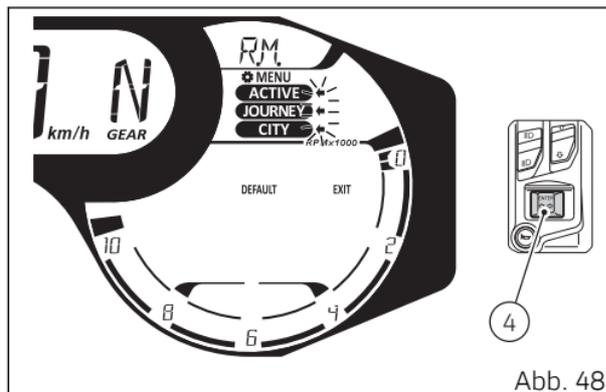

Abb. 48
Wird die Taste (4) gedrückt, stellt das Cockpit die Werte wieder her, die Ducati ursprünglich für alle Riding Modes eingegeben hat: das Cockpit zeigt 2 Sekunden lang permanent alle drei Riding Modes „ACTIVE“, „JOURNEY“ und „CITY“ und rechts neben den Riding Modes (Abb. 48) die drei Pfeile blinkend an.